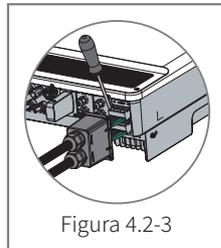

Figura 4.2-3
- **Conexión a la red y conexión de reserva:** asegúrese de que se hayan establecido correctamente las conexiones a la red eléctrica, de que la reserva se haya conectado a las cargas y de que la polaridad (secuencia correcta de L1/L2/L3/N) no esté invertida. Consulte la figura 4.2-3.